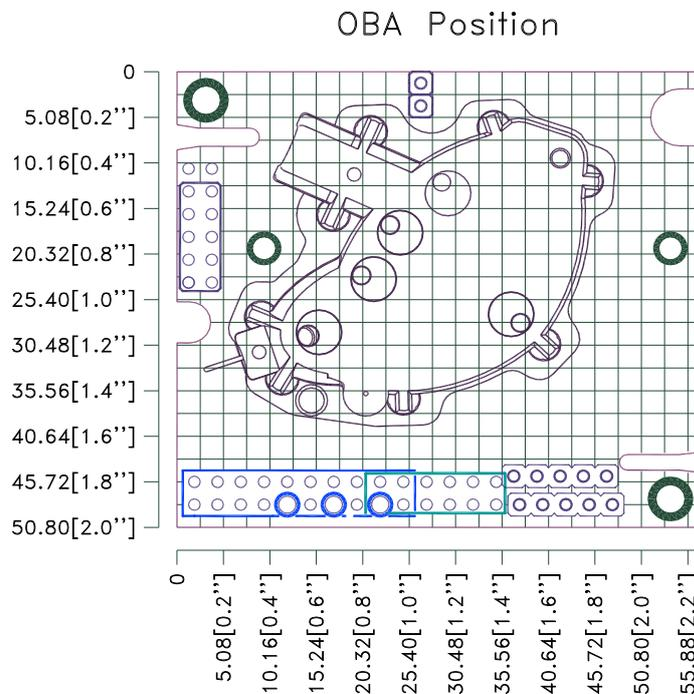

Figure 2: CO2 Engine® K30 3%のOBA(光学)セル位置
CO2 Engine® K30 3%のホストシステムへの接続には何通りかの方法があります (Figure 2も参照して下さい)。
- 上部左コーナー側 (Figure 2 のようにIDCおよびエッジターミナルを下側にして) の二つのネジ止め箇所は“アナログ”グラウンドに接続されています。これらは、必要であれば、EMIシールドへの優先的な接続用として選択できます。これは通常、相当に大きなEMFが予想されるアプリケーションにおいてのみ必要です。このオプションを使用する場合は、電源供給の電流を完全に排除するよう予防策をとらなければなりません。不安定なセンサ測定信号はシールドの必要性、あるいは不適切なシステムグラウンド (接地) の兆候です。